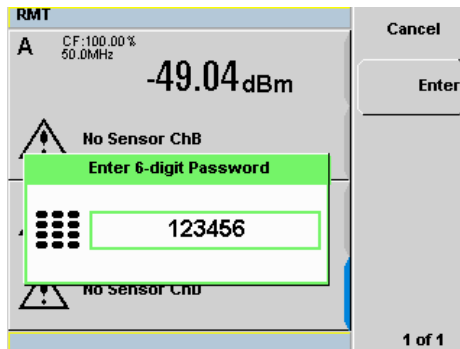

Abbildung 2-47 Eingegebenes sechsstelliges Kennwort
- 4 Das eingegebene Kennwort wird angezeigt (siehe Abbildung 2-47). Drücken Sie **Enter**.